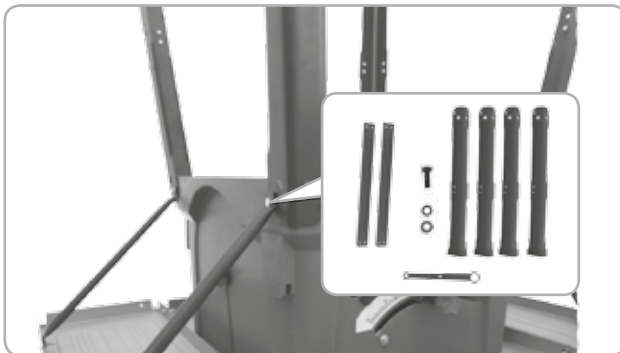

Fig.3
- Înșurubați cele patru picioare împreună suporturile medii cu ajutorul șuruburilor cu cap hexagonal cu șaibe în colțurile mesei fierăstrăului circular (Fig. 3). Folosiți în acest scop o cheie.